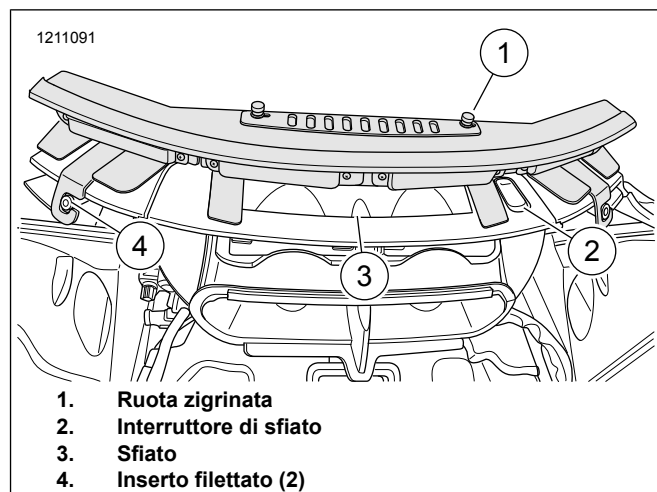

Figura 6. Posizionamento della luce
6. Vedere la figura 6. Verificare che l'interruttore di sfiato (2) sia in posizione aperta.
7. Posizionare la luce sopra lo sfiato (3) con le rotelle zigrinate (1) rivolte verso l'alto.
8. Allineare la staffa di montaggio sinistra e destra sull'inserto filettato (4).